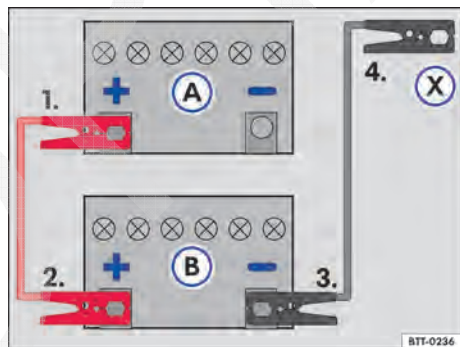

Fig. 183 Esquema para a conexão dos cabos auxiliares de partida: bateria do veículo descarregada (A) e bateria do veículo fornecedora de corrente (B).
Legenda para → Fig. 183:
- Conectar uma extremidade do cabo auxiliar de partida *vermelho* ao polo positivo → Fig. 183 ④ do veículo com a bateria do veículo descarregada ⑤ → ⚠.
- Conectar a outra extremidade do cabo auxiliar de partida *vermelho* ao polo positivo ④ da bateria do veículo fornecedora de corrente ⑥.
- Conectar uma extremidade do cabo de auxílio na partida *preto* ao polo negativo ⑦ da bateria do veículo fornecedora de corrente ⑥.
- Conectar a outra extremidade do cabo auxiliar de partida *preto* ⑧ no veículo com a bateria do veículo descarregada em uma peça maciça de metal aparafusada firmemente ao bloco do motor ou no próprio bloco do motor - porém não nas proximidades da bateria ⑤ → ⚠.